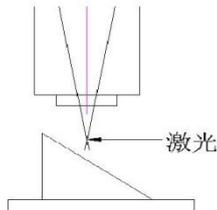

图 2：激光调焦示意图 1
a) 工作台上放置一平整的平板，再在平板上固定一块不锈钢。如图 2 所示。